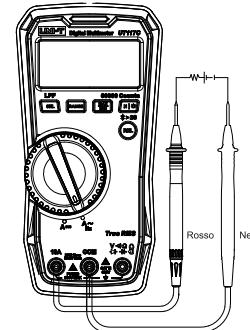

Figura 10
9. Misura della corrente CA/CC (Figura 10)